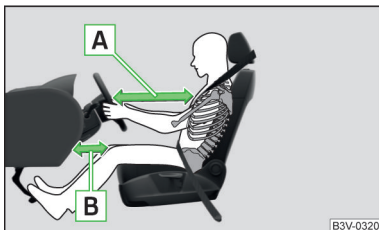

Fig. 23
■ Atât pentru șofer cât și pentru pasagerul față este important să păstreze o distanță de aproximativ 25 cm față de volan, respectiv de planșa de bord » fig. 23 - [A]. Dacă nu se respectă această distanță, sistemul airbag nu își poate exercita eficiența maximă – pericol de moarte! Scaunele din față și teierele trebuie să fie întotdeauna reglate în funcție de mărimea corpului.
■ Reglați longitudinal scaunul șoferului în așa fel, încât distanța de la picioare la planșa de bord să fie de minim 6 cm în zona airbagului pentru genunchi » fig. 23 - [B]. Dacă, din rațiuni de mărime corporală, nu este posibil să se îndeplinească această condiție, adresați-vă unei unități service specializate.